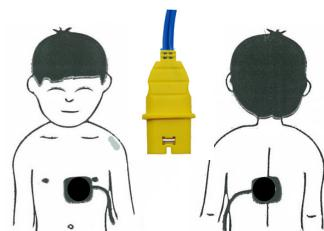

Fig.3.3 Sites d'application pour les enfants de moins de 25 kg (55 livres)
1. Nettoyer et sécher les sites d'application des électrodes (voir Fig.3.3 Sites d'application pour les enfants de moins de 25 kg \(55 livres\)). Nettoyer la peau uniquement en la frottant vigoureusement avec un tissu sec.
2. Appliquer une électrode à gauche du sein droit, tel qu'il illustré ci-contre (Fig.3.3 Sites d'application pour les enfants de moins de 25 kg \(55 livres\)).
3. Appliquer la seconde électrode sur le dos, au même niveau que l'électrode thoracique, tel qu'il illustré ci-contre (Fig.3.3 Sites d'application pour les enfants de moins de 25 kg \(55 livres\)).